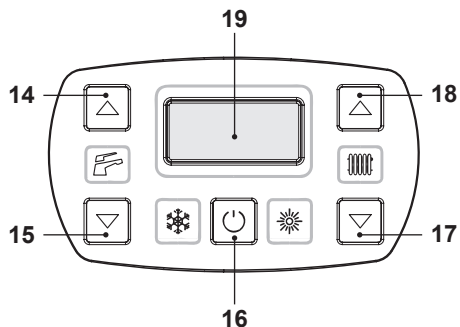
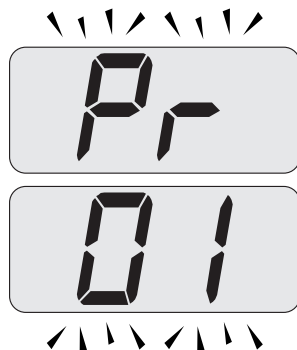
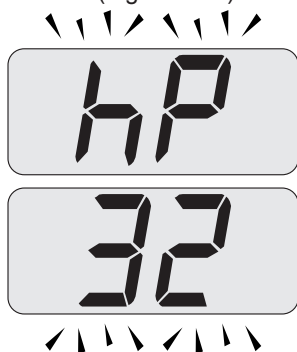

Figura 9.20
Figura 9.21
Figura 9.23
- Entrare in "modalità programmazione" premendo contemporaneamente per 10 secondi i tasti 16 - 17 - 18 (Figura 9.20) fino a far apparire sul display LCD le lettere **Pr** che si alternano con il codice **01**, indicanti l'entrata nel "parametro 01" (Figura 9.21).
- Premere contemporaneamente i tasti 17 e 18 (Figura 9.20) fino a far apparire sul display LCD le lettere **LP** che si alternano con il valore di temperatura dell'acqua di riscaldamento (es. **45**), indicanti l'entrata nell'attivazione della "funzione spazzacamino" alla potenza minima in sanitario (Figura 9.22).
- Premendo il tasto 18 (Figura 9.20) è possibile variare la potenza in modalità spazzacamino: con visualizzazione sul display LCD delle lettere **hP** che si alternano con il valore di temperatura dell'acqua di riscaldamento (es.32), siamo in "funzione spazzacamino" alla potenza minima in riscaldamento (Figura 9.23).
- Ripremendo contemporaneamente per 10 secondi i tasti 16 - 17 - 18 (Figura 9.20) si esce dalla "modalità spazzacamino" e si ritorna allo stato di caldaia precedentemente impostato (Figura 9.26).